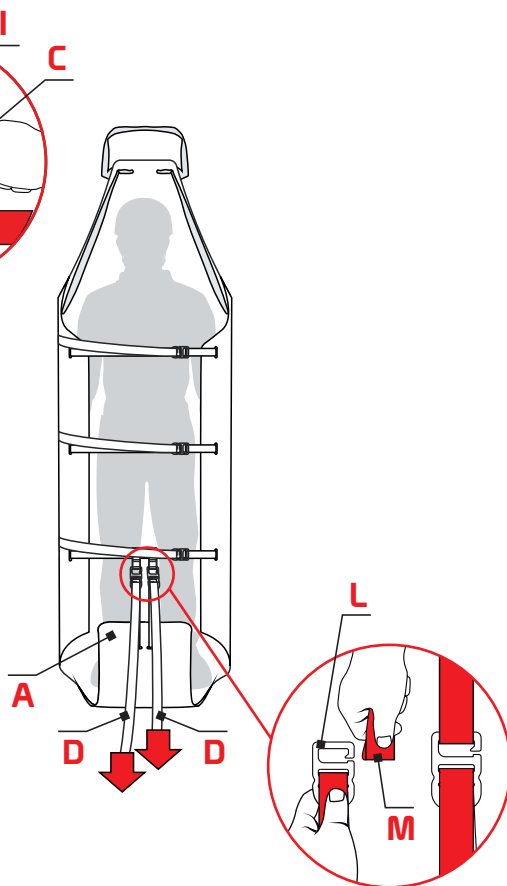

Fig.18
- inserire le fibbie con gancio (L) nelle corrispondenti fettucce con asola (M) e tensionare la fettucce (D) per sollevare la parte terminale del piano di appoggio (A) di quanto necessario a contenere i piedi del paziente (fig. 18),